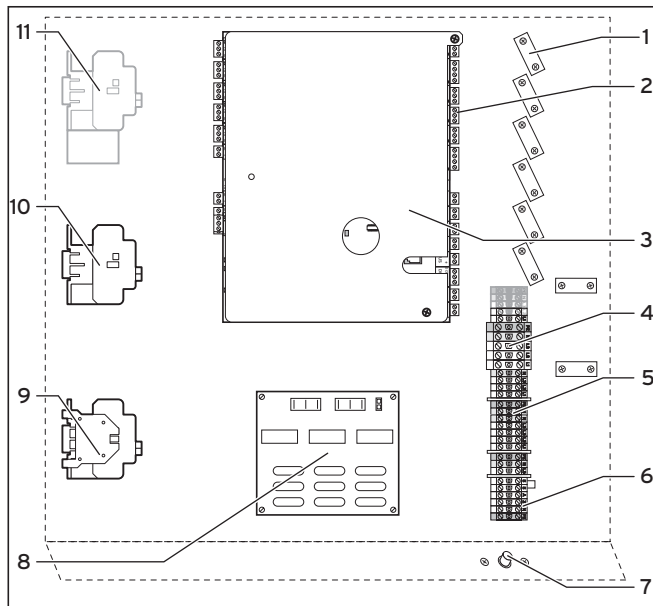

Fig. 6.1 Scatola dei comandi elettrici
Un salvamotore installato nella pompa di calore (vedere fig. 6.1, pos. 11) protegge la pompa a immersione esterna dal sovraccarico. A questo scopo, regolare la corrente nominale della pompa sul salvamotore (da 0,8 fino a 2,7 A).